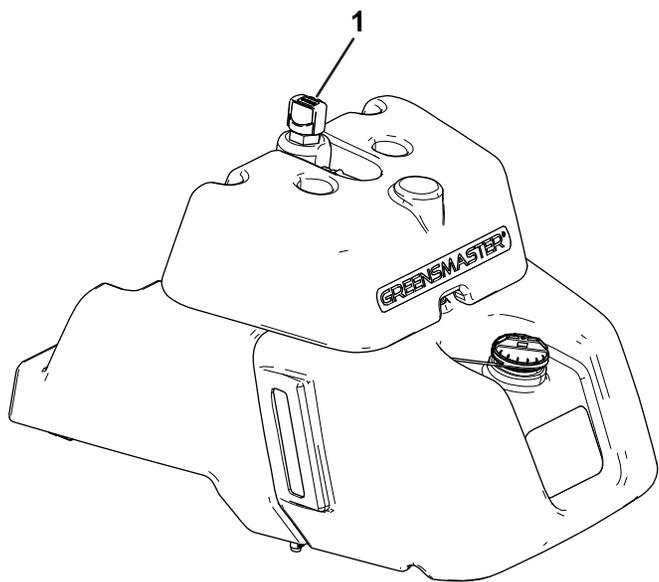

Рисунок 36
- Если на вашем баке нет смотрового окна, найдите масломерный щуп в верхней части главного гидравлического бака (Рисунок 36) и перейдите к пункту 3.